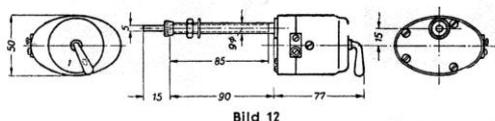

Bild 12
Die Lagerplatte mit der Achslagerbuchse wird vom Wischarmotorengehäuse abgeschraubt. Entsprechend der Dicke der Befestigungswand werden Achslagerbuchse und Wischarmotoren-Achse (jedes Teil für sich) verkürzt (abgesägt). Daran befindliche Späne sowie entstandener Grat sind zu entfernen. Beim Kürzen ist darauf zu achten, daß die abgeschnittene Achslagerbuchse um 15 mm und die Wischarmotoren-Achse um 30 mm länger ist als die Dicke der Befestigungswand beträgt (siehe Bild 12).
Die lose mitgelieferte Lagerhülse (Bild 12) wird nur bei einer nötigen Länge über 25 mm verwendet. Sie wird bis zu ihrem Bund in die Achslagerbuchse eingedrückt.
- s. S. 196, Bild 12 bis 14